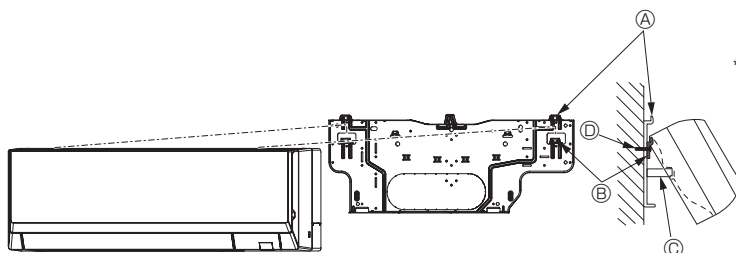

Fig. 3-12
- Jeśli jednostki wewnętrznej nie można zawiesić i unieść, używając standardowego zaczepu (wymiar 2.1. Ⓞ (odległość między sufitem i urządzeniem) wynosi 75 mm lub mniej), należy zawiesić urządzenie na dolnym zaczepie dla rur po lewej stronie. (Fig. 3-12)
Jednostka wewnętrzna nie może działać zawieszona na dolnym zaczepie. (Fig. 3-12)